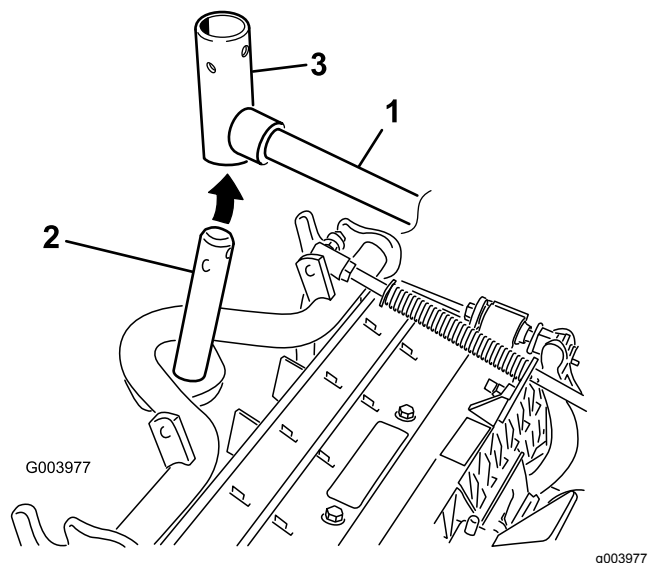

Bild 10
8. Frontschneideinheiten: Schieben Sie eine Schneideinheit unter den Hubarm und schieben Sie gleichzeitig die Trägerrahmenwelle in das Gelenkjoch des Hubarms (**Bild 10**).
- B. Setzen Sie das Hubarmjoch in die Trägerschienenwand ein (**Bild 10**).